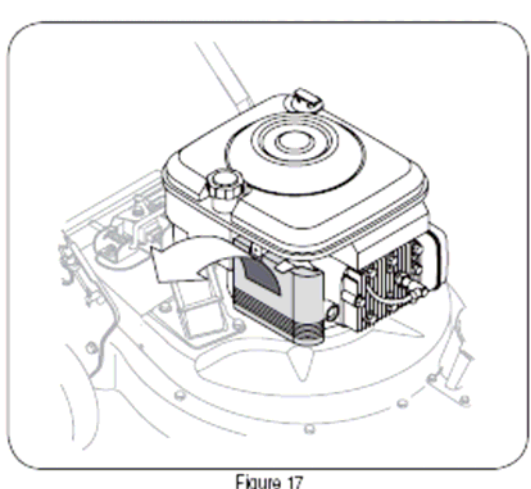

Figure 17
1. Ослабьте винт и наклоните пластиковую крышку корпуса в сторону двигателя (смотри рисунок 17).